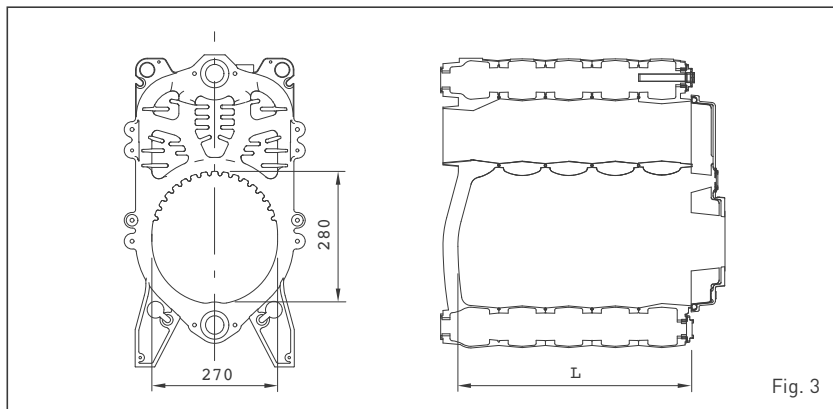

Fig. 3
1.5 CÂMARA DE COMBUSTÃO (fig. 3)
A câmara de combustão é de passagem simples e está em conformidade com a norma do EN 303-3 anexo E. As dimensões da câmara de combustão estão indicadas na fig. 3.